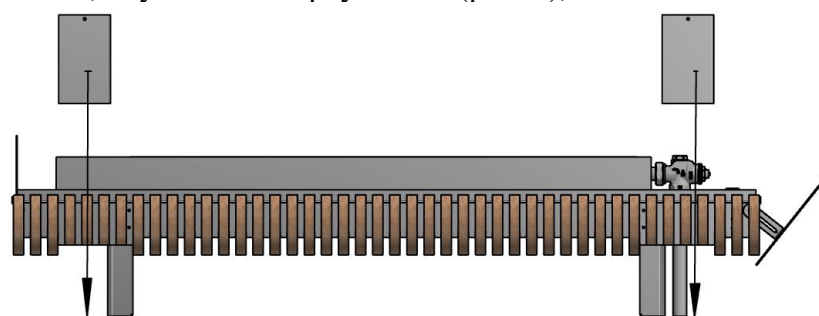

Рисунок 6
5) Установите занавесы, опустив их сверху в окна (рис. 6);